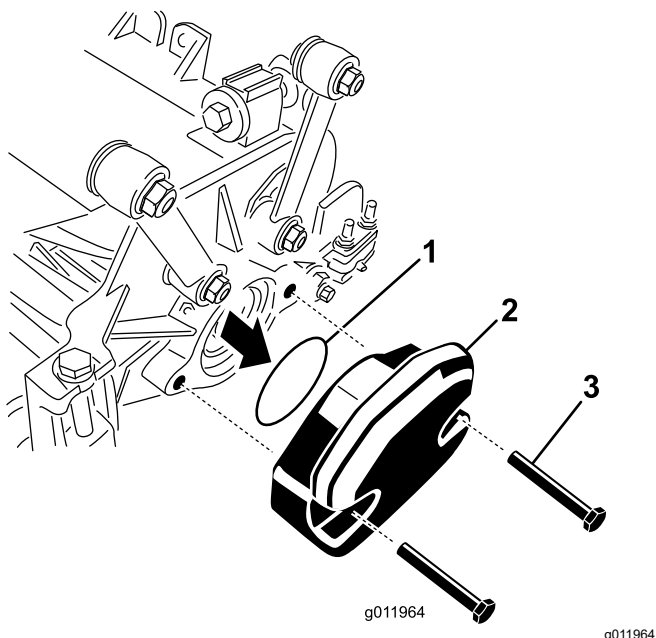

Figura 24
- Retire o peso e o anel de vedação em O (Figura 24) da extremidade interna da unidade de corte direita.